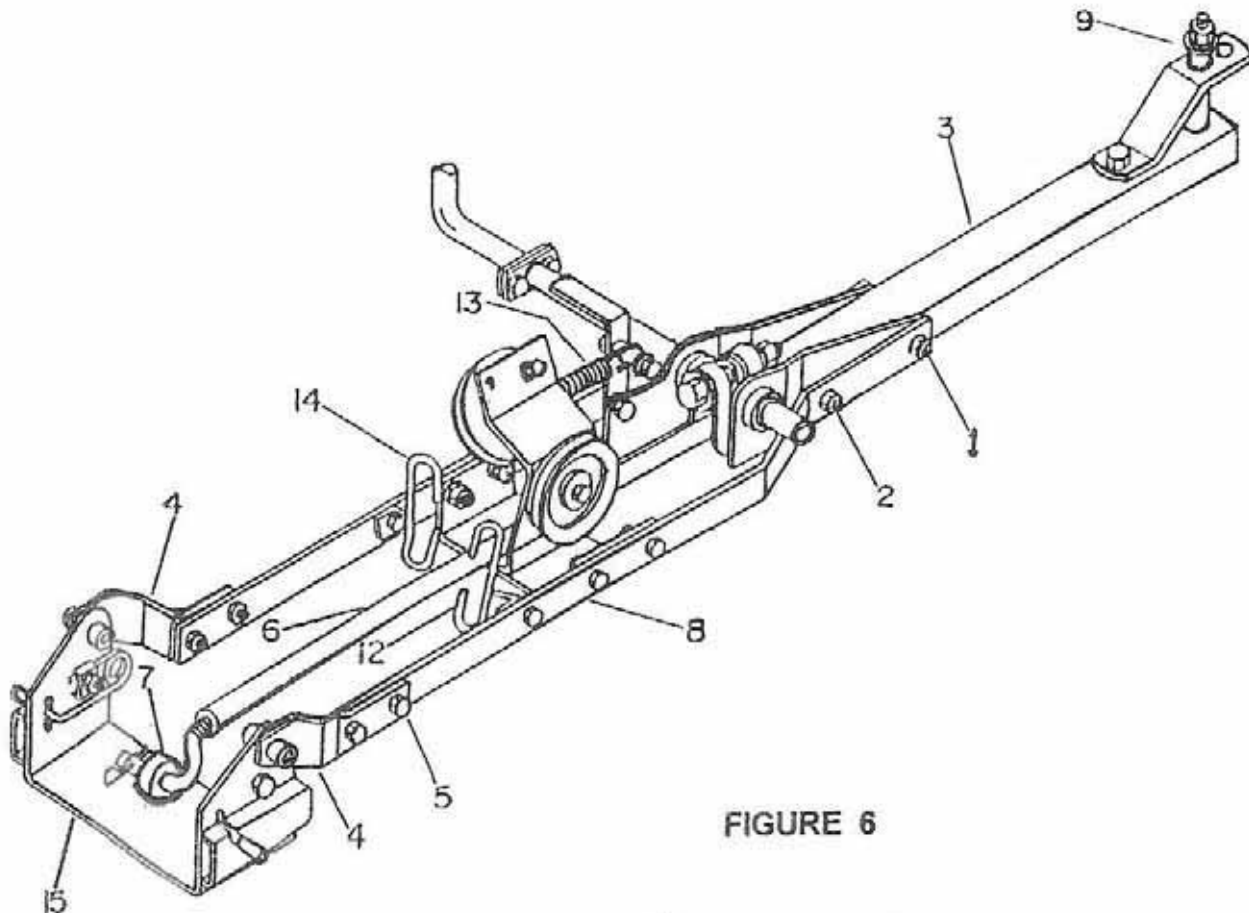

FIGURE 6
- a) Déplier le sous-châssis en dévissant les deux boulons (fig. 6, item 2). Placer le profilé en U (item 3) dans la position allongée et installer les deux boulons 7/16 X 1 1/4" (item 1), rondelles de blocage et écrous. Serrer légèrement. Allonger la partie avant (item 4) en desserrant les boulons (item 5). Fixer en place avec deux autres boulons de 3/8 X 1" et écrous. Serrer légèrement. Ajuster la longueur hors tout du bras de poussée à 32 3/16" sur le Tracteur de Jardin et à 32" sur le Tracteur à Pelouse en vissant ou dévissant le tige d'ajustement (item 7). Insérer la tige d'ajustement dans le trou du support de pivot (item 15) et fixer en place avec une goupille à ressort de 3mm.
**IMPORTANT:** Placer le sous-châssis sur une surface plate et assurez-vous que le profilé en U (fig. 6, item 3) et les plaques d'attache (item 4) soient bien en ligne avec le fer plat (item 8). Serrer fermement les boulons.